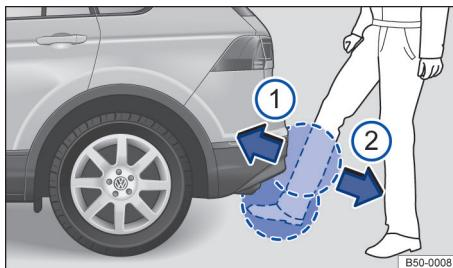

Fig. 76 Tampa do compartimento de bagagem com abertura controlada por sensor (Easy Open).
- Conduzir o pé e a canela com um movimento rápido próximo do para-choque. A canela deve estar na área do sensor superior e o pé na área inferior do sensor → Fig. 76.